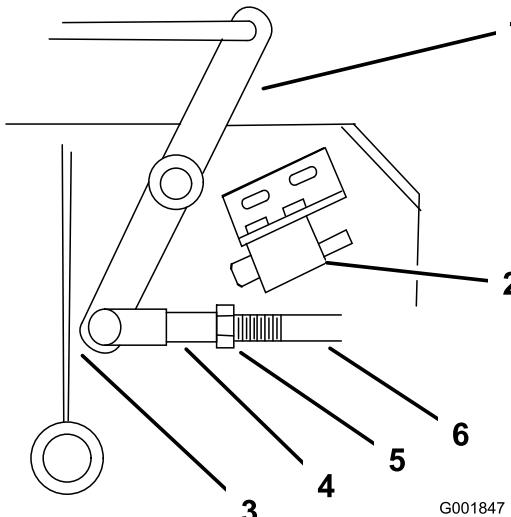

Figura 56
4. Ajuste la longitud del acoplamiento hasta que el extremo inferior de la palanca acodada casi roce el refuerzo del soporte del eje (Figura 56).
9. Afloje la tuerca de la horquilla (Figura 56).